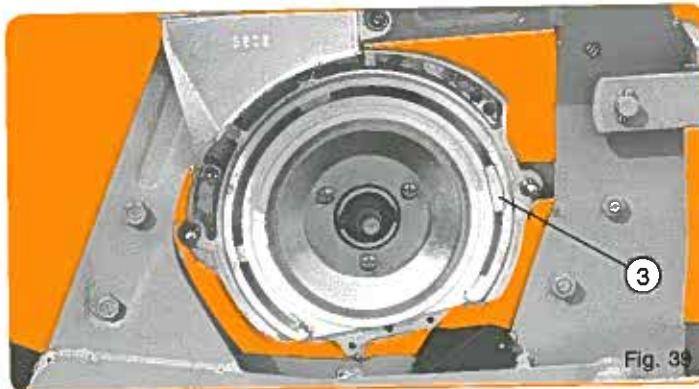

Fig. 39
Cet équipement est utilisable en 18 trous pour semis de maïs ou pour semis en poquets de coton-haricots... Avec la roue à ailettes, il faut supprimer la calé éjecteur du couvercle (voir pages 10-11), mettre en place un bouchon ③ (fig. 39) et employer une plaque de sélection spéciale mince.
This metering box will also handle seed discs fitted on a traditional finger wheel (fig. 39).